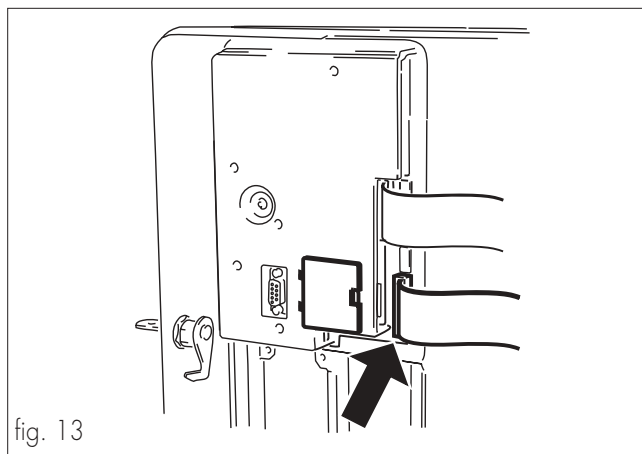
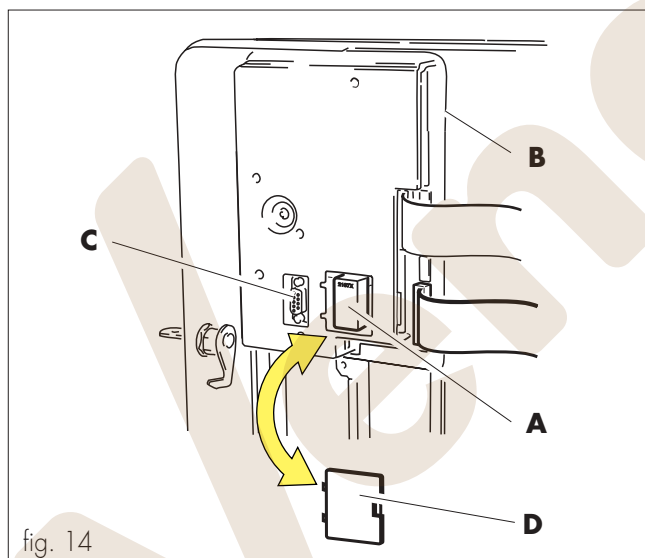

fig. 13
fig. 14
- Conectar el flat cable a la tarjeta electrónica (fig. 13).
- abrir la puerta del distribuidor (ref. **29**, fig. 1) y extraer la tapa (ref. **D**, fig. 14);
- introducir el módulo (ref. **A**, fig. 14) en el conector de la tarjeta electrónica.
*El módulo (ref. **A**, fig. 13) estará correctamente introducido cuando la muesca de referencia se halle en la parte inferior (fig. 14).*
- Volver a montar la tapa (ref. **D**, fig. 14)
Al lado del conector para el "módulo reloj" se halla instalado un puerto serie (ref. **C**, fig. 14).